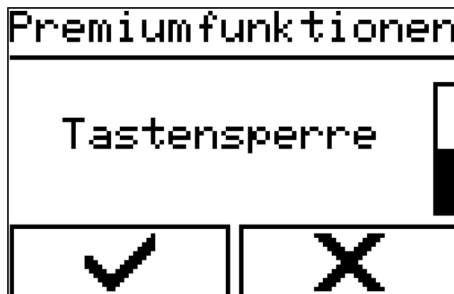

Abb. 49: Menü auswählen
1. ➔ Menü über „Handscharter“ → „Premiumfunktionen“ → „Tastensperre“ (Abb. 49) auswählen.